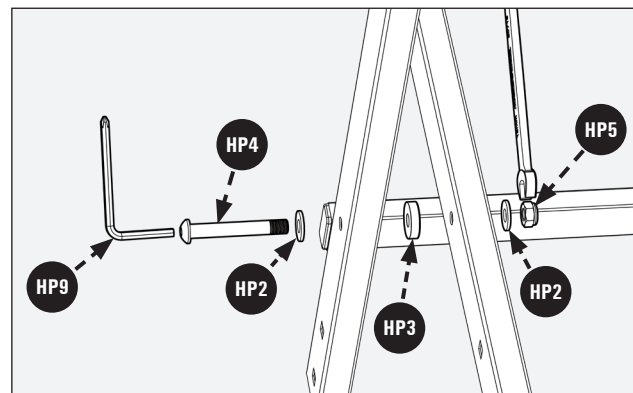

FIGURE 2
2. Utilisez la clé Allen combinée de 4mm (HP9) et la clé combinée de 13mm (non fournie), fixez l'ensemble du support à l'aide de la vis d'assemblage à tête cylindrique à six pans creux M8 x 65mm (HP4), Entretoise en plastique M8 (HP3), 2 Rondelle plate 8mm x 14mm x 1.5T (HP2) et l'écrou M8 (HP5). Sur la Figure 2. Répétez cette opération pour l'autre côté.